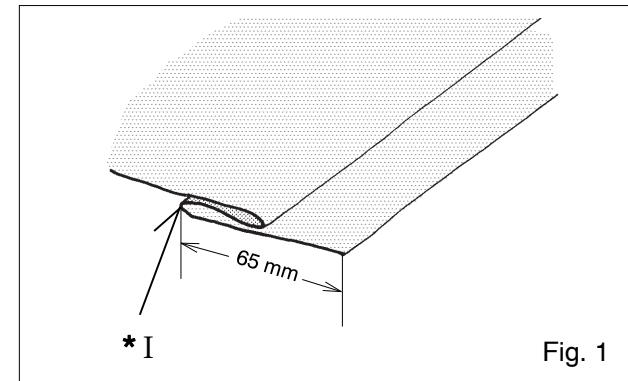

Fig. 1
1. Turn up the hem to the required depth and press. Fold the hem back against the **§right§** side of the garment, creating a **§soft§** fold on the **§wrong§** side of the fabric – see Fig. 1.
1. Replier le tissu sur l'envers à la profondeur désirée pour l'ourlet et repasser le pli. Rabattre l'ourlet vers l'endroit du tissu en ne laissant dépasser qu'un faible bord du côté envers (Fig. 1).
Con el reverso del material hacia arriba hacer cuidadosamente el primer pliegue trayendo el resto del material de la izquierda para hacer un segundo pliegue o doblado en la parte superior cerca del borde del material (Ver Fig. 1).
1. Risvoltare l'orlo alla richiesta profondità e pressare. Piegare indietro l'orlo contro il lato destro dell'indumento con una piega soffice sul rovescio del tessuto. Vedere Fig. 1.
1. Vouw de zoom in de stof op de door u gewenste zoombreedte en pers deze vlak. Vouw de zoom terug naar de juiste kant van het kledingstuk, zodat er een flauwe vouw komt, aan de verkeerde kant van de stof. Zie Fig. 1,